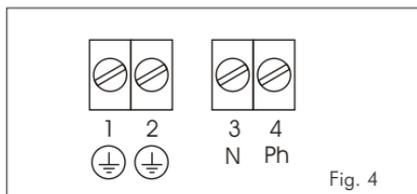

Fig. 4
**1A** - Brancher l'alimentation 230 Vac sur les bornes correspondantes (fig. 4):